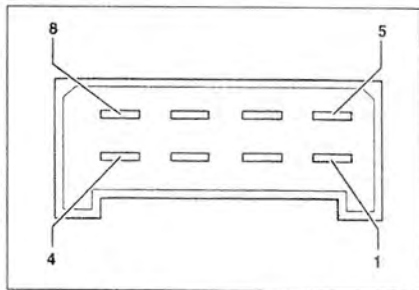

Рис. 2.88. Присоедините контакт 4 к контакту 8 (красный) тестера, гнезда 4 и 13 (синие) к отрицательному проводу 31.
25. Присоедините контакт 4 к контакту 8 (красный) тестера, гнезда 4 и 13 (синие) к отрицательному проводу 31 (рис. 2.88).